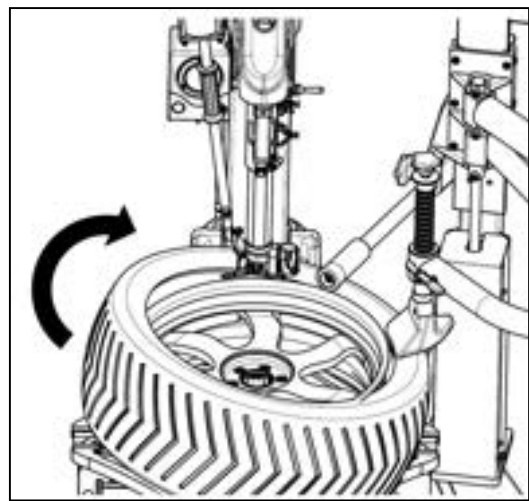

図 35
- 同じ方法で、ツールヘッド尾部の上に上側のビードの左側を配置し、右をツールヘッドのこぶ状部位の下に配置します。右側のタイヤウォールを強く押します。サポートアームがある場合は、図 35 のようにフィクスチャプレスロッドと回転ロッドを使用し、ビードをリムの下まで落とし込みます。その後、回転ペダルを踏んでタイヤ縁とフックを観察し、異常がない場合は回転ペダルを踏みこみ時計回りに回転させ、タイヤ縁の上側をリムに取り付けます。タイヤが破れたり、ターンテーブルが止まったりする場合はすぐにペダルを離し、ペダルを上を持ち上げモーターを反転させ、抵抗を取り除いてください。タイヤを完全に取り付けるまで操作を繰り返します。